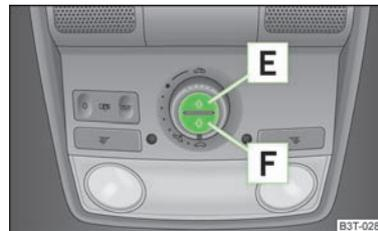

Fig. 30
La tendina parasole avvolgibile può essere chiusa e/o aperta separatamente utilizzando i tasti » fig. 30.
- Per aprire completamente premere brevemente il tasto **E** » fig. 30.
- Per chiudere completamente premere brevemente il tasto **F** » fig. 30.
Per l'inizializzazione della tendina parasole avvolgibile, tenere premuto per circa 10 secondi il tasto **F** » fig. 30.